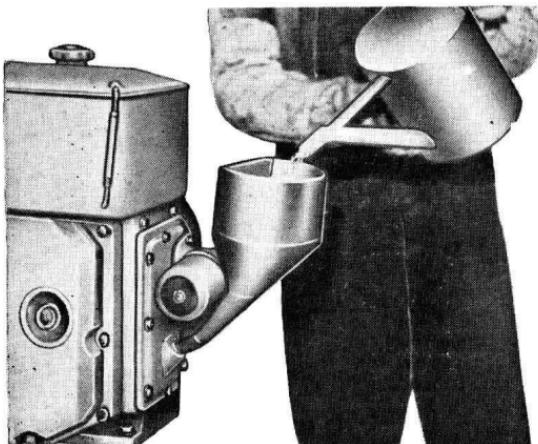
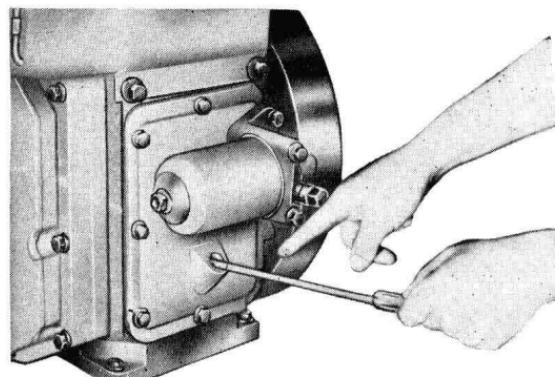

图1 加机油
图2 用油标尺测量油面高度
- 2.拔出油标尺，将清洁的润滑油用漏斗注入曲轴箱(图1)。加入的机油量約2.5公斤，使曲軸箱油面处于油标尺两刻線范围内(图2)。注意：加油时不得超过上刻线，使用时不得低于下刻線。